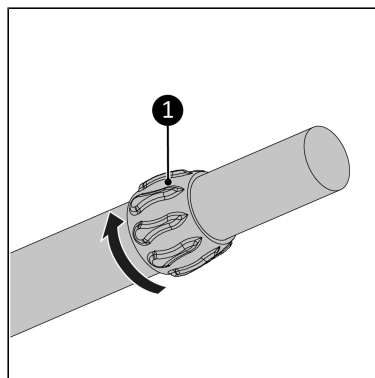

Abbildung 30.
1. Ziehen Sie den Einstelltaster (Abbildung 30, Pos. 1) am verstellbaren Rohr fest. Dies verhindert, dass sich das Innenrohr während der Montage verschiebt.